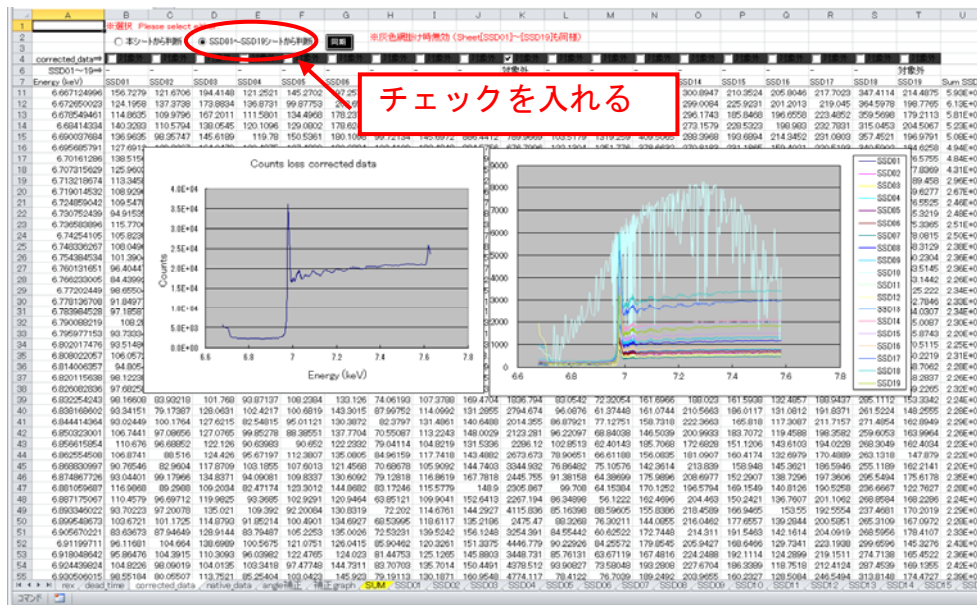

図 11 各 SSD シートからデータを選択する場合
(4) 「SSD01(～19)」シートから各素子のスペクトルの足し合わせを判断する場合、画面上の「SSD01～SSD19シートから判断」にチェックを入れ(図 11(a))、足し合わせに含めない素子の「SSD01(～19)」シート中の「対象外」にチェックを入れる(図 11(b))。